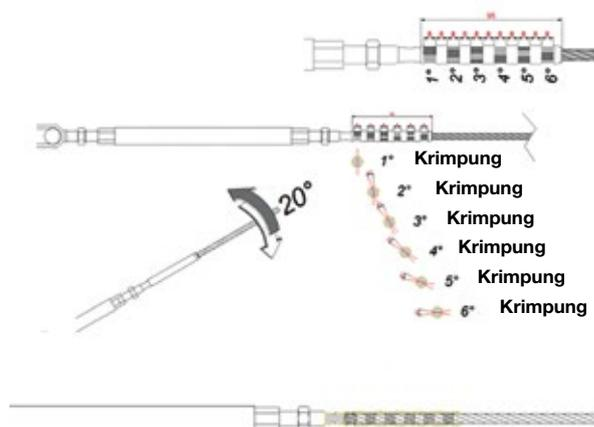

Abbildung 5.1 - Krimpung
- c) Die nachfolgenden Krimpungen in einem Abstand von ca. 8 mm von der vorherigen ausführen; dabei jedes Mal die Krimpzange um circa 20° drehen (siehe **Abbildung 5.1**). Dieser Vorgang ist aus ästhetischer Sicht her notwendig, damit die Tüllenform linear und in Achse ist.